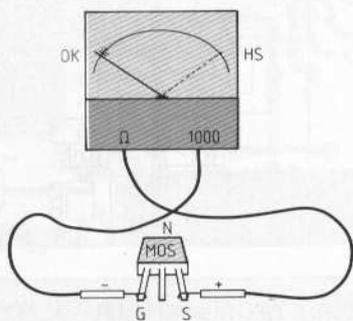
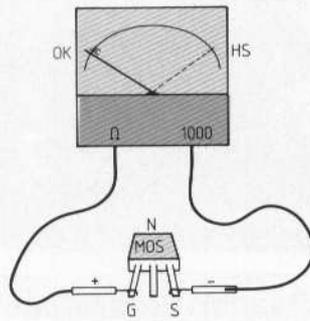
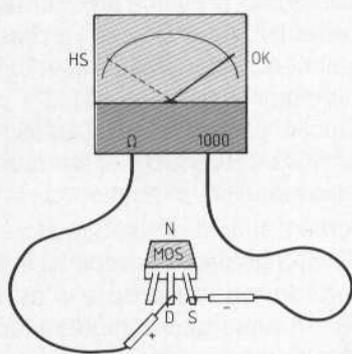
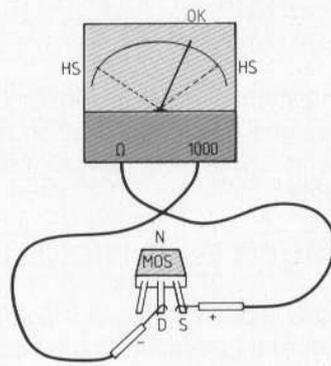

Fig. 2 : Charge inverse Gate/Source.
Fig. 3 : Charge directe Gate/Source.
Fig. 4 : Contrôle conduction ou blocage du canal.
Fig. 5 : Test diode inverse.
B) Chargez en inverse la capacité Gate/Source (comme en figure 2). L'ai-
C) Inversez alors vos sondes pour charger l'espace Gate/Source en direct, à la tension de la pile de l'ohmmètre (fig. 3) puis, sitôt l'aiguille retombée (OK), passez votre + de Gate en Drain (Fig. 4), le N-MOS doit conduire à fond si la pile dépasse 3 V. Sinon il est coupé (HS) ce qui est rarissime, ou plutôt, vous avez posé le doigt sur la Gate en annulant sa charge. Refaites alors 2, 3 et 4 dans l'ordre.
D) Déchargez ensuite la Gate comme en figure 2, puis, sans la toucher du doigt toujours, refaites vite le test de la figure 4 où cette fois-ci, aucune conduction Drain/Source ne doit être possible (OK), sinon, la moindre déviation franche et persistante indique un claquage (HS) allant jusqu'à la fusion D/S en général.
E) Croisez enfin les sondes en passant de figure 4 à figure 5 pour vérifier que la diode technologique inverse Source/Drain, conduit comme une diode et non à fond (HS) ou pas du tout, ce qui est rarissime (désintégration).